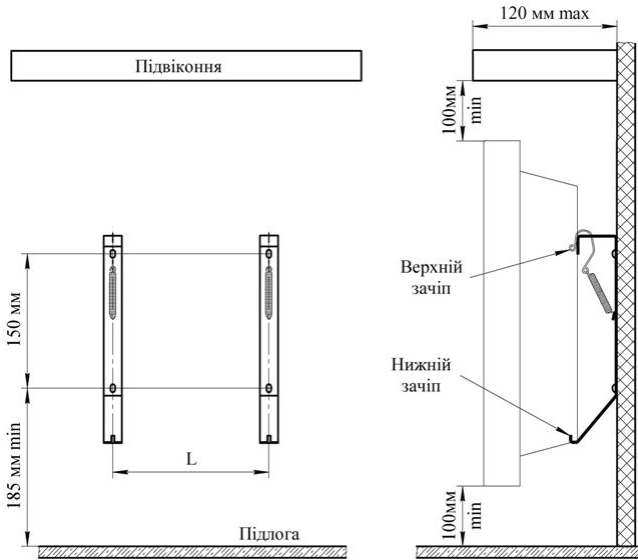

Рис. 1
- Поєднайте прямокутні отвори на задній стінці конвектора з верхніми зачепами (рис. 1) кронштейнів і надягніть конвектор на зачепи. Потягніть конвектор вгору до моменту фіксації нижніх зачепів кронштейнів в отворах повітрязабірної решітки конвектора.
Включати та експлуатувати конвектор дозволяється тільки в положенні, вказаному на рис.1 (повітрязабірною решіткою вниз). При першому включенні конвектора можливий запах від випаровування консерваційних матеріалів. Рекомендується провітрити приміщення.